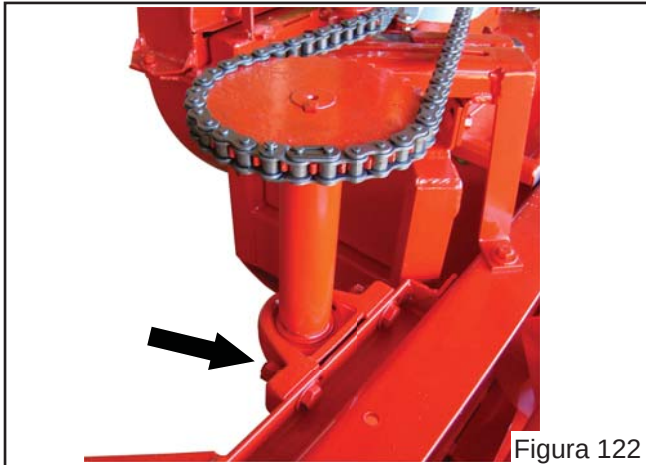

Figura 122
- e) Solte o parafuso que prendem o mancal do eixo de acionamento da plataforma de capim, incline o eixo de forma que a correia possa passar entre o mancal/eixo e a base da plataforma. Em seguida fixe os parafusos novamente (Figura 122);